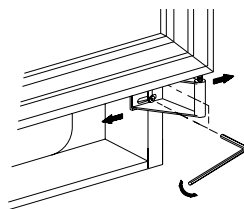

рис. 2
2. Верхняя петля демонтирована. Рис. 2